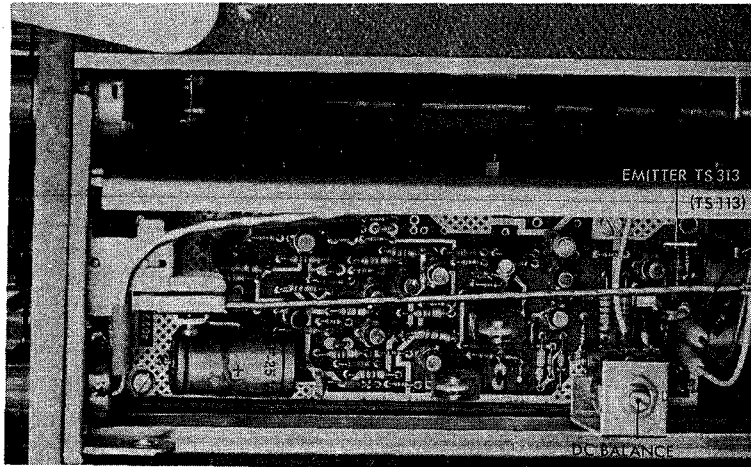

Abb. 3.2.2. Lage des Transistors TS313 (TS113) im Vorverstärker
- Die Spannungen an den Emittern von TS313 (TS113) (Abb. 3.2.2.) mit einem Digital-Multimeter messen. Diese Spannungen müssen $0\text{ V} \pm 1,0\text{ mV}$ betragen. Falls erforderlich, die Gleichspannungssymmetrie korrigieren, wie es in der Anleitung des PM 3250 in Abschnitt XI, Punkt D.a. beschrieben ist.